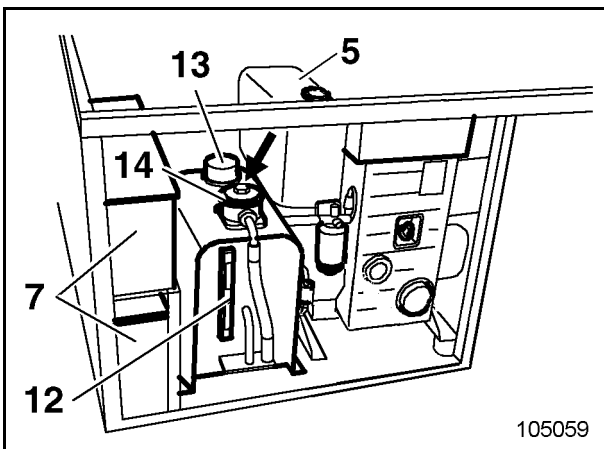

Fig. 3-112:
- Nach jedem Arbeitseinsatz Kraftstofftank über den Einfüllstutzen (5, Fig. 3-112:) befüllen.
- Regelmäßig Batterien (7) und Kabelanschlüsse prüfen.
- Vor jedem Arbeitseinsatz den Hydraulikölstand am Füllstandsrohr (12, Fig. 3-112:) überprüfen; ggf. Hydrauliköl nachfüllen.
- Regelmäßig am Verschmutzungsanzeiger (Pfeil, Fig. 3-112:) die Verschmutzung des Hydraulik-ölfilters überprüfen.
- Hydraulikölfilter (14) und Belüftungsfilter (13) wechseln.